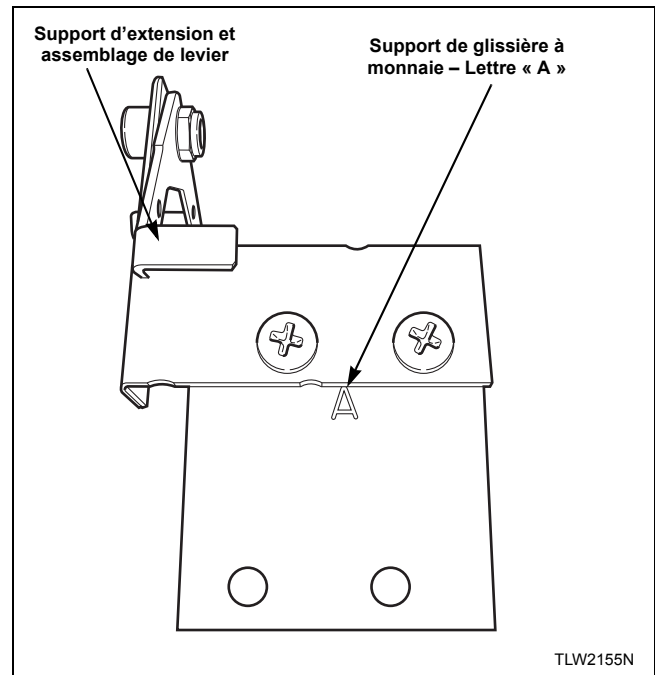

Figure 19
4. Installer le support d'extension et l'assemblage de levier sur la partie supérieure de la glissière à l'aide des deux vis et écrous de blocage. Se reporter à la *Figure 19*.
IMPORTANT: Installer le support de la glissière à monnaie avec le côté doté d'un « A » orienté vers le haut et vers le support d'extension et l'assemblage de levier. Se reporter à la *Figure 19*.